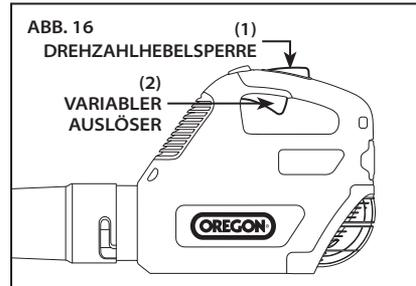

ABB. 16
- Halten Sie den Griff mit festem Griff, sodass die Drehzahlhebelsperre von der Handfläche heruntergedrückt wird (1).
- Um den Bläser zu starten, drücken Sie den variablen Auslöser (2) (Abb. 16). Erhöhen Sie die Geschwindigkeit und Kraft des Bläasers durch stärkeres Drücken des variablen Auslösers.